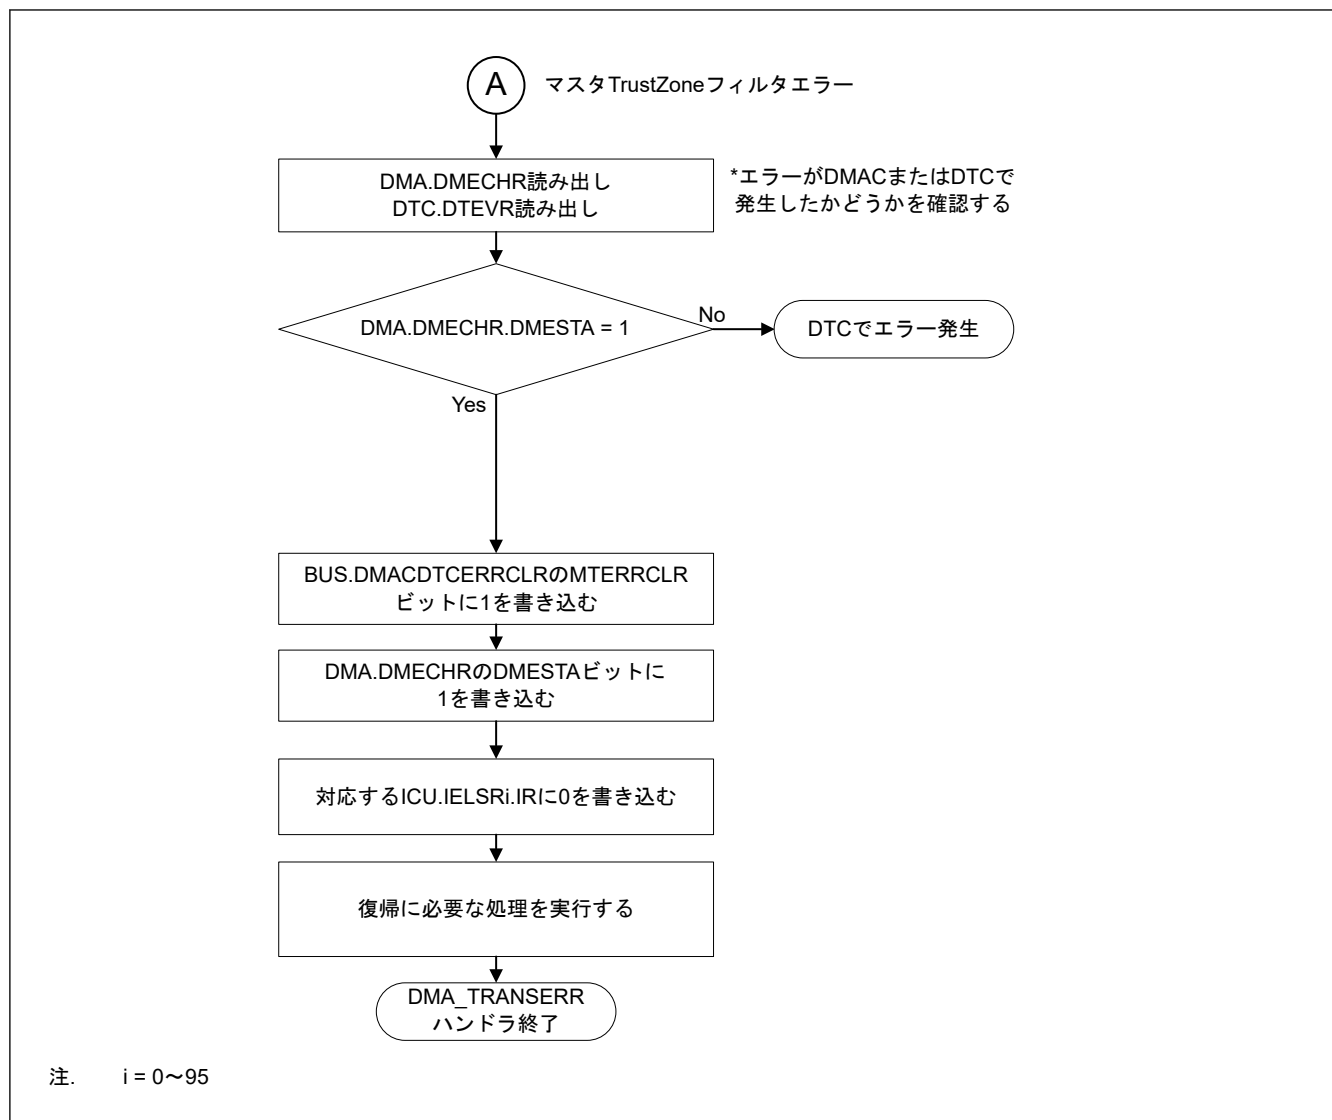

図 15.28 マスタ TrustZone フィルタエラーの DMA_TRANSERR ハンドラにおける処理
- 図 15.28 に DMAC のマスタ TrustZone フィルタエラーが発生したチャネルを確認するフローを示します。